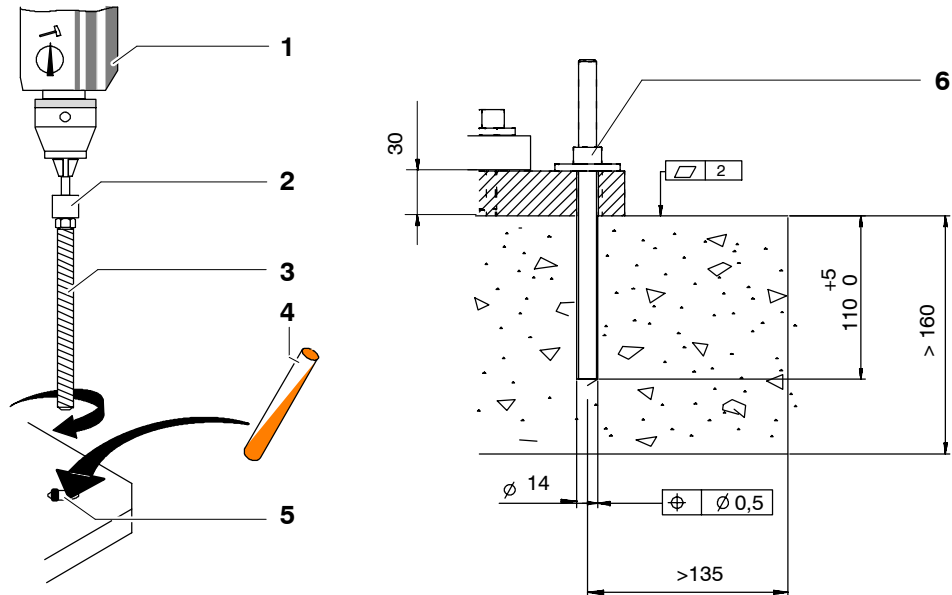

Fig. 54 Fixation du robot, variante 1 avec cartouche
- (6) Percer six trous pour les chevilles (Fig. 54/5) par les trous des plaques de fondation. Profondeur de perçage dans le béton : 110 mm.
- (7) Nettoyer les trous pour les chevilles. Pour ce faire, souffler dans le trou, le brosser puis souffler à nouveau.
- (8) Monter six cartouches de mortier (4).
- (9) Pour chaque trou pour chevilles (5), monter une tige filetée (3). A cette fin, fixer l'outil (2) dans la perceuse (1). Monter la tige filetée pour l'introduire dans le trou pour chevilles, avec une vitesse max. de 750 min⁻¹ de la perceuse. La tige filetée est en place, lorsque le mortier de collage a été correctement mélangé et que le trou pour chevilles dans le béton est rempli intégralement jusqu'aux bords. Si le trou pour chevilles n'est pas intégralement rempli, il faut immédiatement, à nouveau, retirer la tige filetée et monter une nouvelle cartouche de mortier.
- (10) Laisser durcir le mortier.